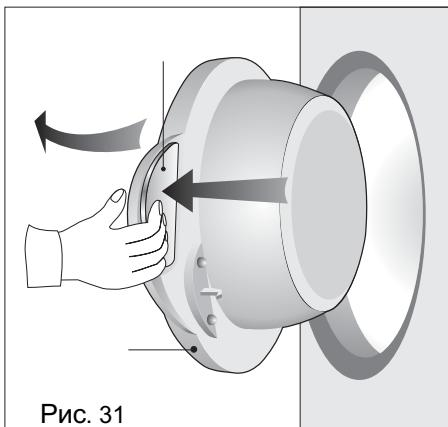

Рис. 31
- Открыть дверцу, нажимая рукоятку с внутренней стороны (рис. 31).